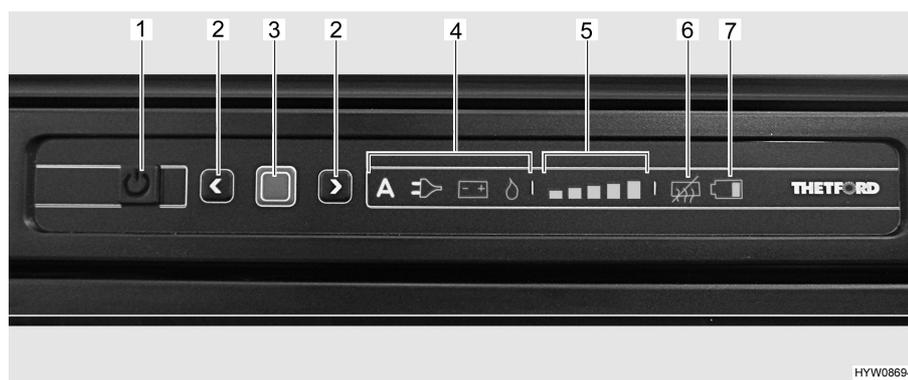

Bild 76 Bedienelemente für den Kühlschrank
Nach dem Einschalten wählt der Kühlschrank automatisch die zuletzt eingestellte Thermostateinstellung. Diese Einstellung kann manuell mit den Pfeiltasten (Bild 76,2) nachgeregelt werden. Die Leuchtbalken der Kühlstufenanzeige (Bild 76,5) zeigen die gewählte Thermostateinstellung an. Die Balkenhöhe zeigt die eingestellte Kühlleistung an:
Mit den Pfeiltasten (Bild 76,2) wird die Kühltemperatur für alle drei Energiearten eingestellt. Es dauert einige Stunden, bis der Kühlschrank die eingestellte Betriebstemperatur erreicht hat. Beim Umschalten der Betriebsart wird die Thermostateinstellung beibehalten. Die Kühltemperatur wird unabhängig von der Energieart beibehalten.
- Taster Ein/Aus (Bild 76,1) 1 Sekunde lang drücken. Taster leuchtet grün auf. Die Anzeigen leuchten 10 Sekunden lang und werden dann aus Energiespargründen gedimmt.
- Bestätigungstaste (Bild 76,3) drücken. Die aktuelle Einstellung der Betriebsart wird angezeigt.
- Bestätigungstaste (Bild 76,3) ca. 2 Sekunden lang drücken. Die Betriebsartensymbole (Bild 76,4) blinken.
- Mit den Pfeiltasten (Bild 76,2) die gewünschte Betriebsart auswählen.
- Bestätigungstaste (Bild 76,3) ca. 2 Sekunden lang drücken. Die Betriebsartensymbole blinken.
- Bestätigungstaste erneut drücken. Die Anzeige der Kühlstufen (Bild 76,5) blinkt.
- Mit den Pfeiltasten (Bild 76,2) die gewünschte Kühlleistung einstellen.
- Taster Ein/Aus (Bild 76,1) ca. 2 Sekunden lang drücken. Alle Lampen erlöschen.
- Beide Pfeiltasten (Bild 76,2) gleichzeitig ca. 2 Sekunden lang drücken. Das Symbol "Anti-Kondensation aus" (Bild 76,6) leuchtet.
- Beide Pfeiltasten (Bild 76,2) gleichzeitig ca. 2 Sekunden lang drücken. Das Symbol "Anti-Kondensation aus" (Bild 76,6) erlischt.